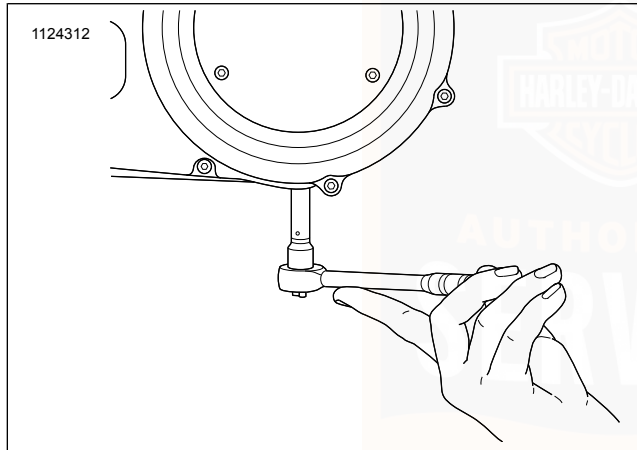

Abbildung 98. Ausbau/Einbau der Kettengehäuse-Ablassschraube
3. Siehe Abbildung 98. Das Primärkettengehäuse entleeren.